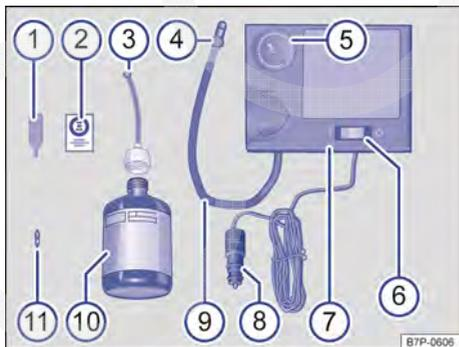

Fig. 287 Representação esquemática: componentes do kit de reparo dos pneus (variante 2).
- Rosquear a mangueira de enchimento dos pneus → Fig. 287 ⑨ do compressor de ar com firmeza na válvula do pneu.
- Conectar o compressor de ar com o conector do cabo 12 V → Fig. 287 ⑧ em uma tomada 12 V no veículo → Página 269.
- Ligar o compressor de ar com o interruptor LIGA-DESLIGA → Fig. 287 ⑥.